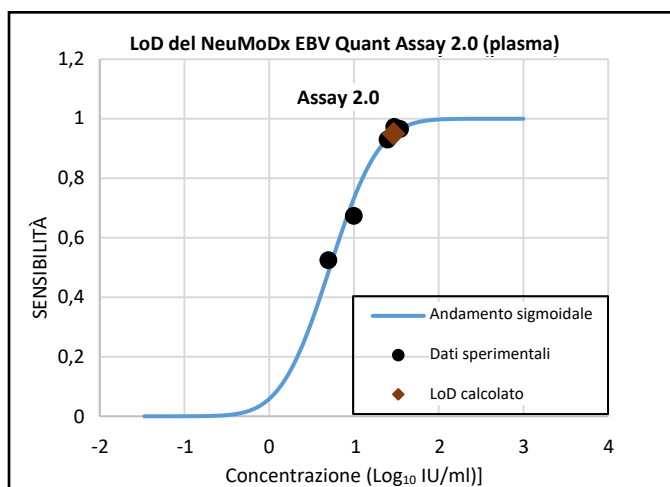

Figura 1: Analisi con modello Probit usata per determinare il LoD del NeuMoDx EBV Quant Assay 2.0 in campioni di plasma
È stato determinato che il LoD del NeuMoDx EBV Quant Assay 2.0 in plasma utilizzando il 1° Standard Internazionale dell'OMS per l'EBV è pari a 29,3 IU/ml (1,47 log₁₀ IU/ml) con intervallo di confidenza (IC) al 95% di 24,4-37,1 IU/ml (1,39-1,57 log₁₀ IU/ml) [Figura 1]. Tale LoD è stato successivamente confermato mediante analisi hit-rate come illustrato nella Tabella 3.